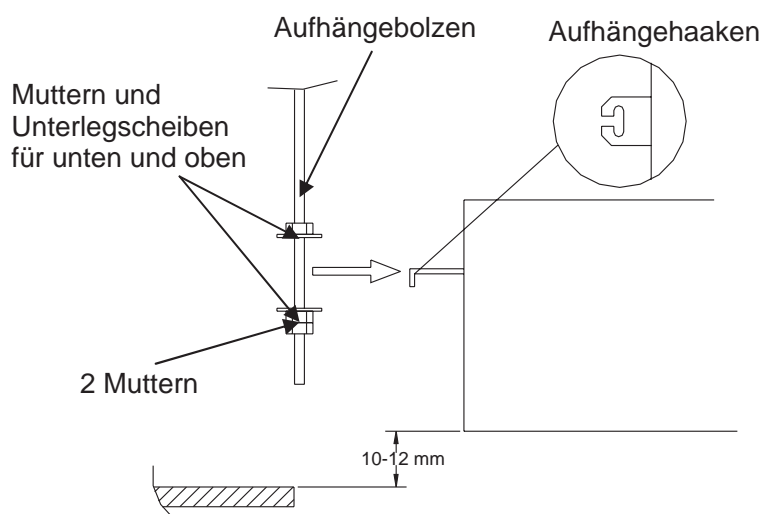

Abb.9
4. Um zu verhindern, dass ein Bolzen lose sitzt, empfiehlt es sich 3 Sechskantmuttern (vor Ort vorbereitet) und 2 Unterlegscheiben (Zubehör) für jeden Aufhängebolzen zu benutzen. Bitte beachten Sie, dass auf der unteren Seite 2 Muttern benutzt werden (Abb. 9).
5. Zwischen dem Gerät und dem Deckenboden sollte ein Abstand von 10~12mm freigehalten werden. Ziehen Sie alle Muttern an den Aufhängebolzen an (Abb. 9).